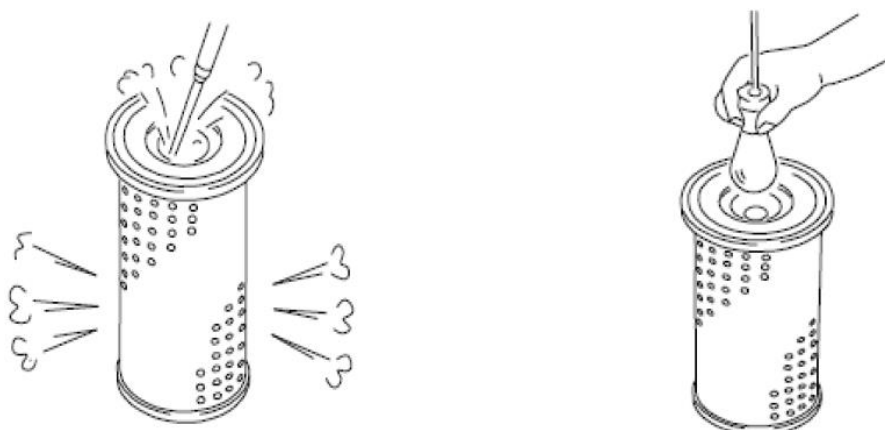

Figura 5-5 Limpeza do elemento filtrante
- c) Utilizando o método que segue, remova a poeira seca do elemento filtrante. Consulte a figura 5-5.